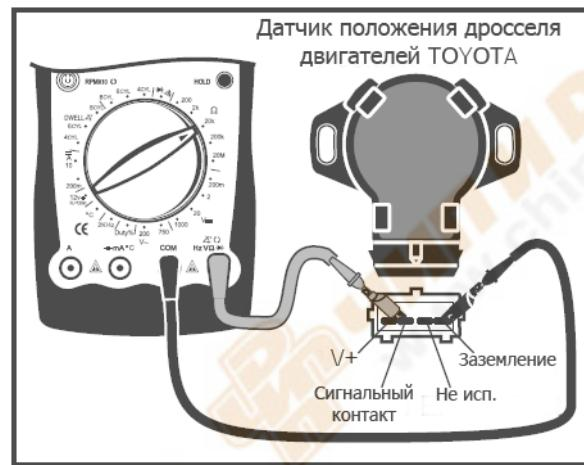

Рис. 23
- (1) Аналогично описанию измерения сопротивлений.
- (2) Когда общая температура нагревающегося датчика повысится, его сопротивление понизится. Термическое сопротивление температурного датчика автомобильного двигателя обычно меньше 300Ω .
3. Датчик положения (См. рис. 23)